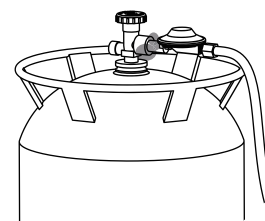

Figure 7
2. Appliquez quelques gouttes de la solution sur le raccord entre la vanne de la bouteille de gaz et le régulateur (voir Figure 7).